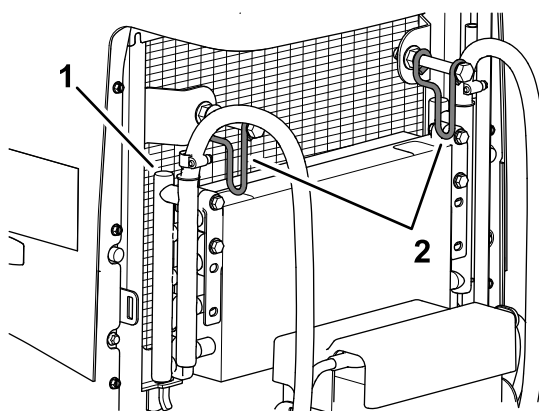

Figure 113
7. Tournez les 2 attaches du refroidisseur d'huile vers l'intérieur, puis inclinez le refroidisseur d'huile (Figure 113).